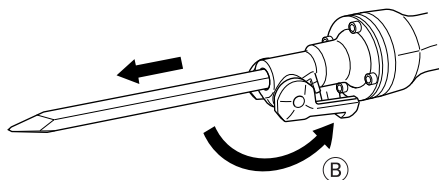

图 7
(3) 将定位器扳到夹紧位置 ⑥，使附件夹入到位。拉拽附件以检查附件是否正确装好。(图 7)